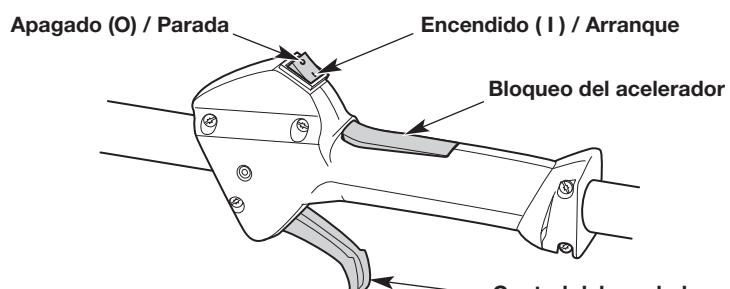

Fig. 10
**NOTA:** No hay necesidad de encender la unidad. El interruptor de Encendido/Apagado debe estar en la posición ENCENDIDO (I) en todo momento (Fig. 10).
6. Oprima el bloqueo del acelerador y apriete el control del acelerador (Fig. 10). Tire de la cuerda de arranque **5 veces** con un movimiento firme y controlado (Fig. 12).
2. Oprima y no suelte el interruptor de control de Encendido y Apagado en la posición APAGADO (O) hasta que el motor se detenga por completo (Fig. 10).